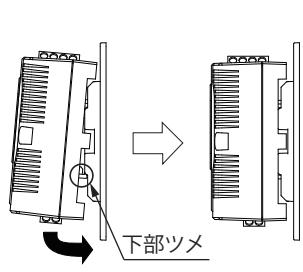

図 5
- 上部ツメを取付台に引っ掛けた状態で、本体の下部ツメを取付台のもう一方の穴に押し当ててカチッと音がするまではめ込みます。(図5)